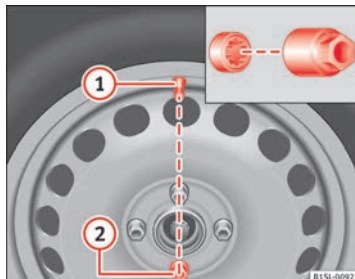

Fig. 137 Changement de roue : Valve du pneu ① et emplacement du boulon antivol de la roue ②.
Sur des roues avec enjoliveur intégral, le boulon antivol de la roue doit être vissé dans la position ⇒ fig. 137 Ⓢ. Sinon vous ne pourrez pas monter l'enjoliveur intégral.
- Enfoncez l'adaptateur jusqu'en butée sur le boulon antivol de roue ⇒ fig. 137.